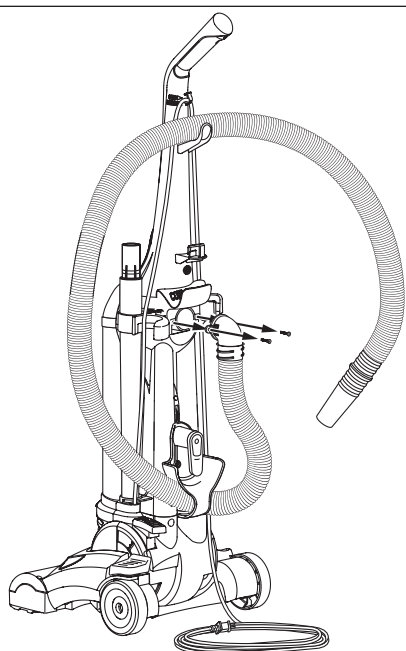

FIG. 17
Step 2: (FIG. 17) Remove electrical cord from cord hooks. Disconnect the clear tube by unscrewing the 2 screws, then lift away from cleaner. Check for any obstructions that may be in the tube or hose. Any obstructions can be removed by using a blunt instrument to clear the tube or hose. Flexing the hose may help loosen the blockage. After clearing blockage, reverse above steps to reassemble unit.
Étape 2. (FIG. 17) Retirez le cordon électrique des crochets de rangement. Débranchez le boyau en dévissant les deux vis et retirez-le de l'aspirateur. Vérifiez s'il est obstrué. Dégagez toute obstruction à l'aide d'un instrument non pointu et non tranchant. Pliez le boyau peut aider à le déboucher. Après avoir dégagé le boyau, répétez les étapes énumérées précédemment en inversant l'ordre pour réassembler l'appareil.
Paso 2. (FIG. 17) Retire el cordón eléctrico de los ganchos. Desconecte el tubo transparente destornillando los dos tornillos y retírelo de la aspiradora. Verifique que no haya ninguna obstrucción en el tubo o la manguera. Puede remover cualquier obstrucción usando un instrumento sin filo para destapar el tubo o la manguera. Si dobla la manguera ayudará a liberar la obstrucción. Después de remover el bloqueo, invierta los pasos anteriores para volver a ensamblar la unidad.